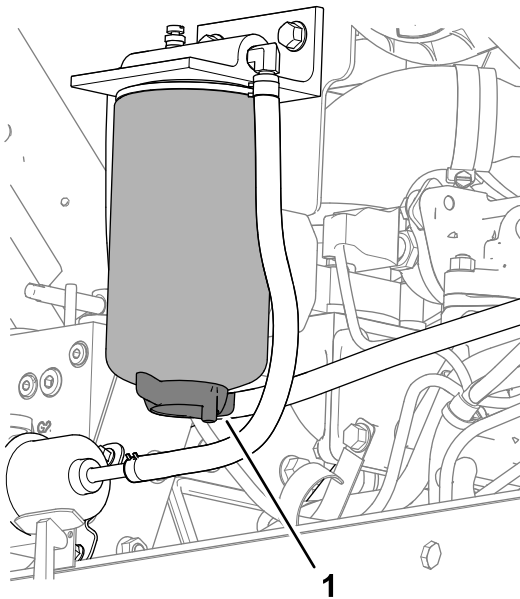

Figura 80
3. Coloque un recipiente debajo del filtro del separador de combustible/agua (Figura 80).